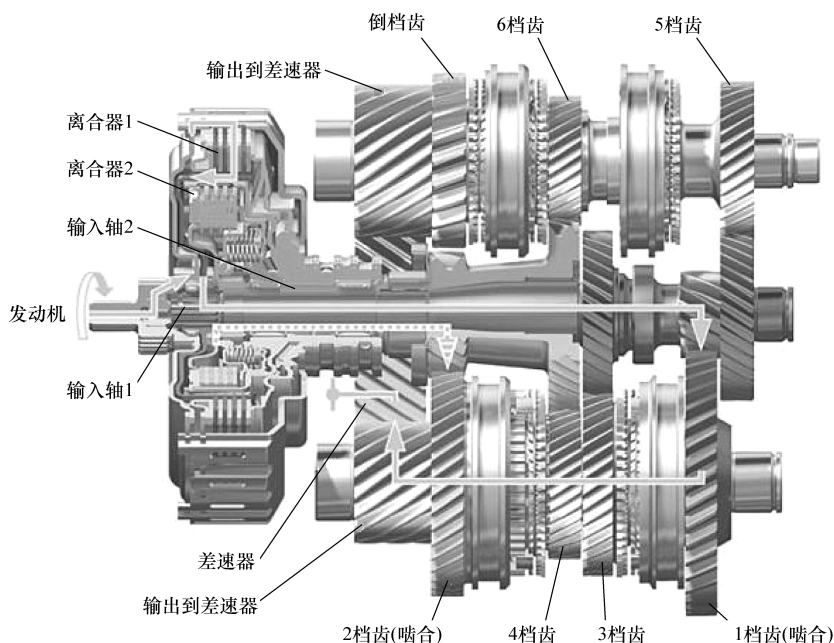

图 1-23 DSG 结构
(1) 定义 DSG (英文为 Direct Shift Gearbox)，指的是直接换档变速器，也称为 S - Tronic 变速器或者双离合变速器。DSG 变速器是大众双离合技术的专有称谓。
(2) DSG 组成与工作原理 DSG 变速器主要由多片湿式双离合器、三轴式齿轮变速器、自动换档机构、电子控制液压控制系统组成，如图 1-23 所示。
学习提示：如图 1-23 所示，离合器 1 负责 1 档、3 档、5 档和倒档，离合器 2 负责 2 档、4 档和 6 档；挂上奇数档时，离合器 1 结合，输入轴 1 工作，离合器 2 分离，输入轴 2 不工作，即在 DSG 变速器的工作过程中总是有 2 个档位是结合的，一个正在工作，另一个则为下一步做好准备；手动模式下可以进行跳跃降档：如果起始档位和最终档位属于同一个离合器控制的，则会通过另一离合器控制的档位转换一下，如果起始档位和最终档位不属于同一个离合器控制的，则可以直接跳跃降至所定档位。